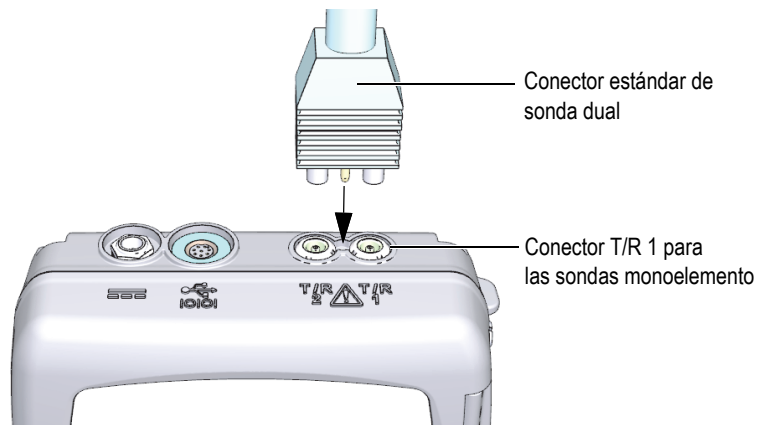

Figura 5-1 Instalación de la sonda
1. Instale la sonda en el(los) conector(es) dedicado(s) a este instrumento, el (los) cual(es) se encuentran en la parte superior de la carcasa del 39DL PLUS (ver Figura 5-1 en la página 82). Utilice el conector T/R 1 para las sondas monoelemento.